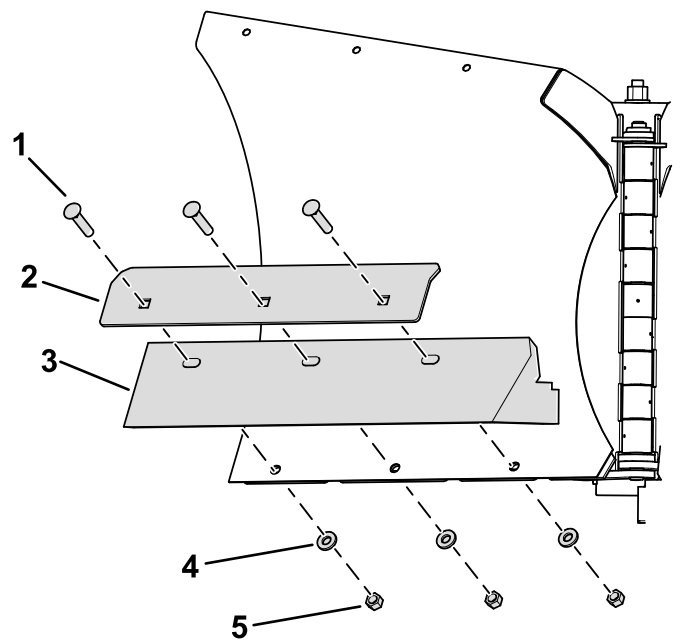

Bild 2
4. Montieren Sie die Urethan-Schürfleisten und Haltegurte mit dem im Kit beiliegenden Schlossschrauben, Unterlegscheiben und den Sicherungsmuttern am Schneepflug (**Bild 2**). Ziehen Sie die Befestigungen handfest an.